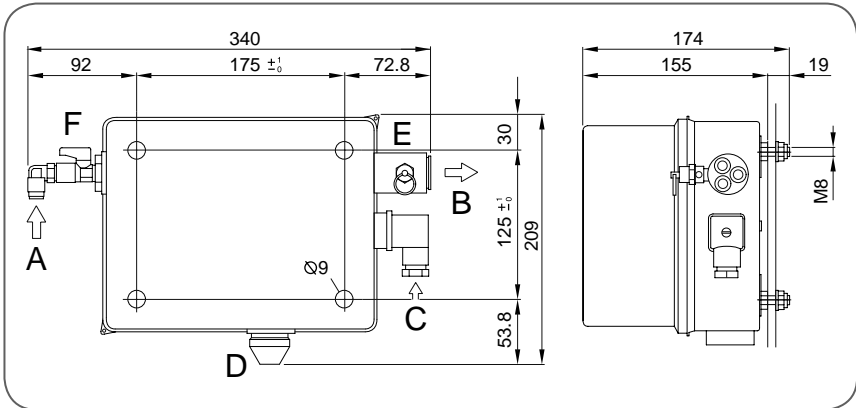

Abb. 9 - Montage Steuereinheit
Die Befestigungslöcher gemäß Zeichnung am Montageort des Schaltkastens bohren ► *Abb. 9.*
- Vor Beginn der Arbeit am System oder an den Radenden immer das Absperrventil ► *Abb. 9* (Pos. F) zu drehen und die Luft am Überdruckventil ► *Abb. 9* (Pos. E) ablassen.
1. Am 3-fachen Druckluftausgang ► *Abb. 9*, (B) einen Ausgang mit Manometer bestücken.
3. Das Absperrventil ► *Abb. 9* (Pos. F) öffnen.